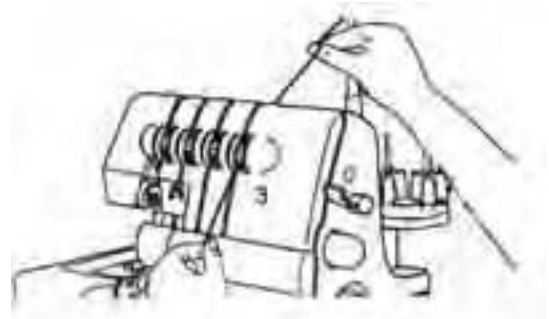

Abb.21
3. Halten Sie den Faden mit den Fingern fest, führen Sie ihn zwischen den Scheiben des Fadenspannungswählers **⑬** hindurch und ziehen Sie ihn dann nach unten (3) (Abb. 21).